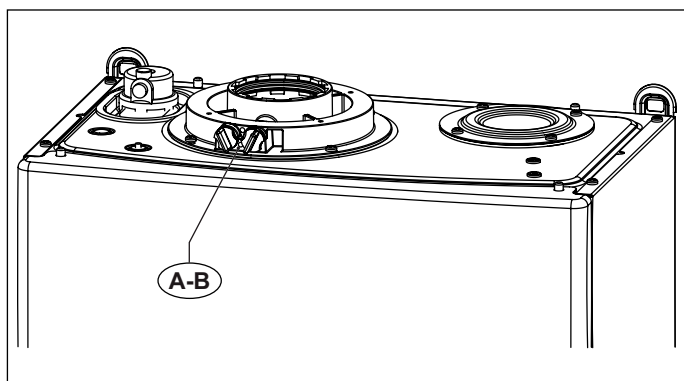
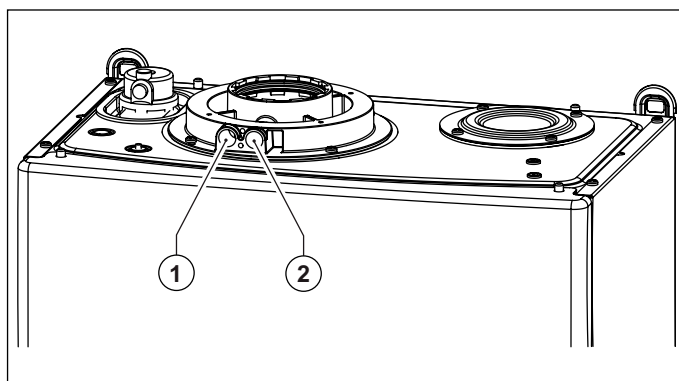

Fig. 15 Posición tapones
Fig. 16 Posición orificios
La caldera cuenta con una torre para la conexión de la tubería de aspiración del aire/evacuación de humos (ver Fig. 15 Posición tapones y Fig. 16 Posición orificios).
En la torre han sido preparados orificios para el acceso directo del aire de combustión y a la evacuación de los humos (ver Fig. 16 Posición orificios).
Antes de efectuar las mediciones quitar los tapones **A** y **B** de los orificios preparados sobre la torre (ver Fig. 15 Posición tapones).
- medida del aire comburente tomada en el agujero específico **1** (ver Fig. 16 Posición orificios).
- medición de la temperatura de los humos y del CO₂ tomada en el orificio **2** (ver Fig. 16 Posición orificios).